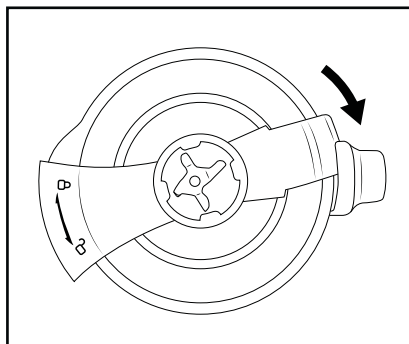

Fig. 3
- Tournez le verrouillage du couvercle **14** de 90° dans le sens horaire (sens ). Le verrouillage du couvercle **14** se déplace d'un côté au-dessus du bec verseur et de l'autre côté dans la poignée du mixeur **16** (fig. 3).